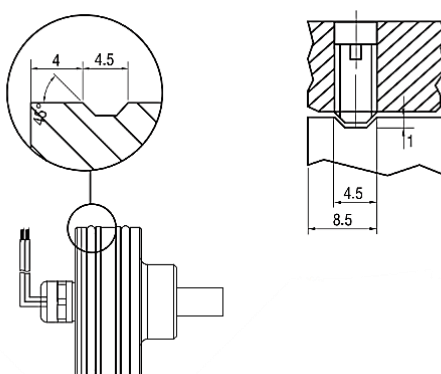

图 2: 定位螺钉安装示意图
- 6) 电子仓需要通过定位螺钉 DIN 913 M5x10 (平端) 进行固定 (参考图 2), 最大扭矩为 0.5 Nm。